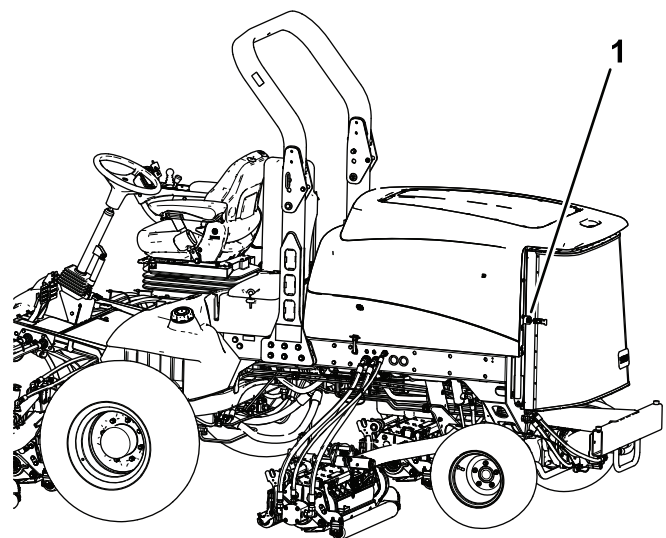

Figura 76
2. Desenganche y abra la rejilla trasera (Figura 76).